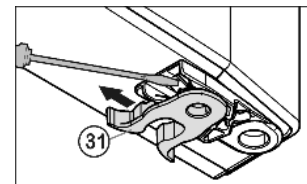

Fig. 10
- Federklemme Fig. 10 (31) umsetzen: Rastnase runterdrücken, Federklemme darüber hinweg abziehen.